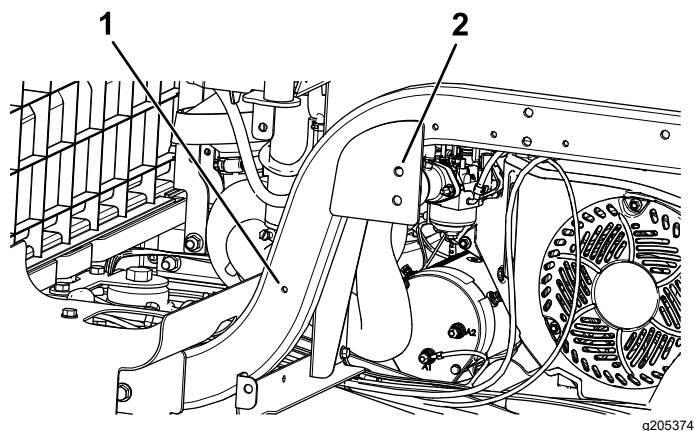

図 20
1. 図 20 に示すように、シートベースの後ろ側にある 2 つの穴と、フレームレールの前方にある穴に ROPS ブラケットを合わせる。
3. ROPS ブラケットに、穴の位置をマーキングする 図 20。